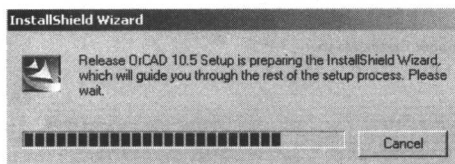
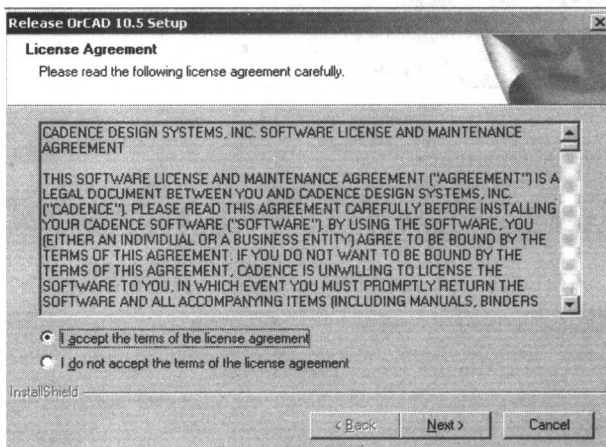

图 1.2.1 准备安装界面
图 1.2.2 许可证书认证界面
(1) 打开光盘,双击“setup.exe”文件,会弹出如图 1.2.1 所示的准备安装界面,之后会出现许可证书认证界面,如图 1.2.2 所示。
(2) 在图 1.2.2 中选择“I accept the terms of the license agreement”,点击“Next”按钮,系统正式开始安装程序。